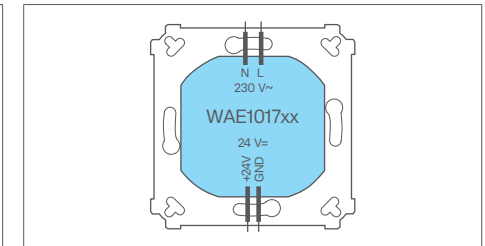

Bild 8: Rückansicht Netzteil Einsatz
- Ergänzungsgeräte gemäß Verdrahtungsplan anschließen (Bild 8). Mehrere Zug-/Ruftaster werden in Reihe, mehrere Abstelltaster parallel verdrahtet.
- Einen oder mehrere (Bild 8, gestrichelt dargestellt) Dienstzimmereinheiten gemäß Verdrahtungsplan anschließen.